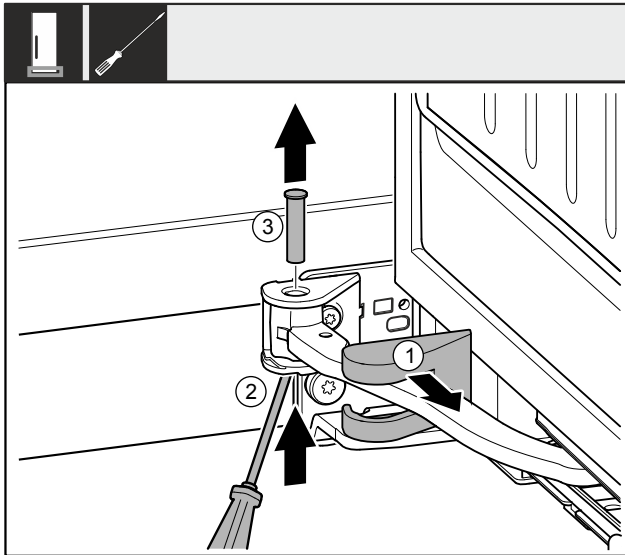

Fig. 9
- Lagerbokafdekking Fig. 9 (1) wegnemen en langs het scharnier verschuiven.
- Bouten Fig. 9 (2) met vinger of schroevendraaier van onderaf optillen.
- Bouten Fig. 9 (3) van boven af eruit trekken.